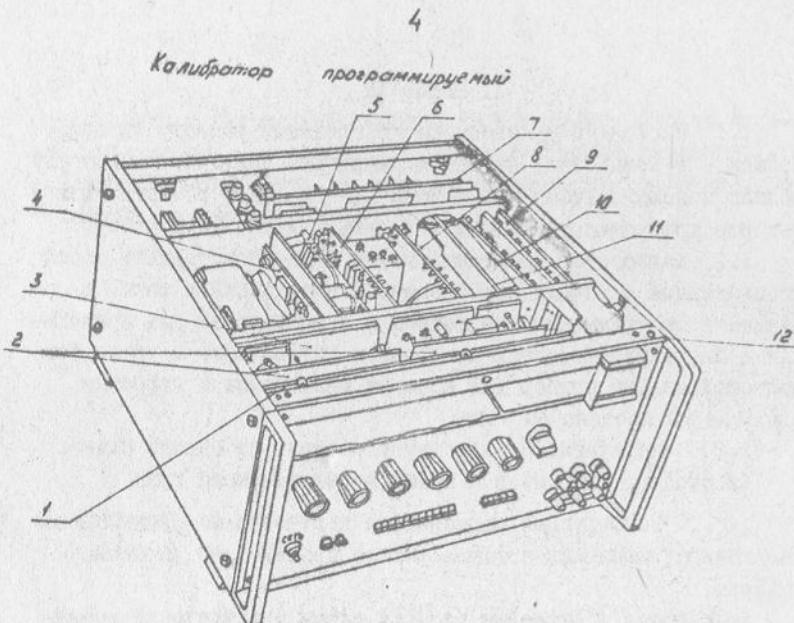

Рис. 1
4.6.1. Для снятия блока индикационно-коммутационного (БИК) поз.1, рис.1 необходимо: